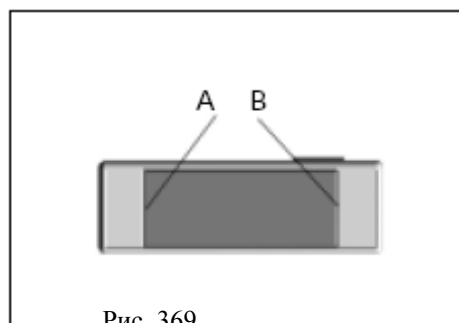

Рис. 369
1. С помощью отвертки демонтируйте плафон освещения номерного знака в точках А и В, как показано на рисунке.(рис. 369)